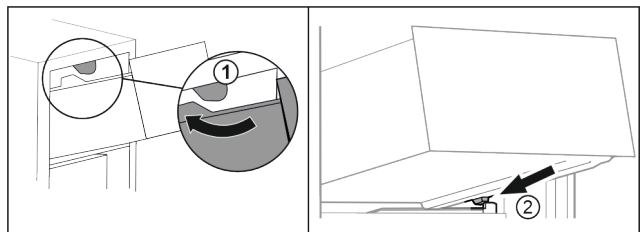

Fig. 17
- ▶ Schubfach um die oberen Stopper herumführen. Fig. 17 (1)
- ▶ Schubfach schräg hinter den unteren Stoppern auf Behälterrippe aufsetzen. Fig. 17 (2)